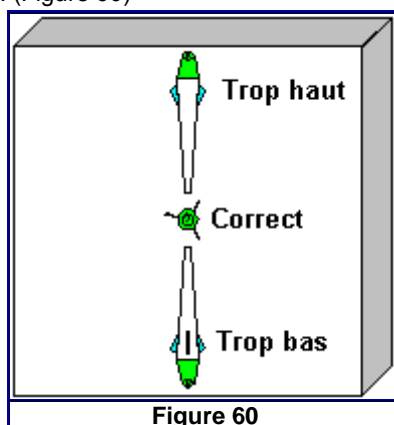

Figure 60
- Le tir étant effectué, il suffit d'**interpréter la position d'impact** en cible par rapport à l'encoche : si l'**encoche est vers le haut**, le **décalonnage est trop haut**. Si l'**encoche est vers le bas**, le **décalonnage est trop bas**. On considère un bon décalonnage lorsque la flèche tirée à l'horizontale arrive en cible à l'horizontale. (Figure 60)